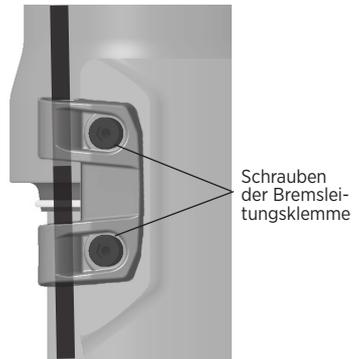

Abb. 5: Schrauben der Bremsleitungsklemme montieren
2. Die Bremsleitung bzw. die Zughülle für die vordere Scheibenbremse an der Innenseite des linken unteren Gabelrohrs entlangführen. Anschließend die Bremsleitung in die Öffnung der Bremsleitungsklemme einführen. Die Bremsleitung muss auf der Innenseite ausreichend lang sein, damit das obere Gabelrohr beim Einfedern der Gabel nicht mit der Bremsleitung in Kontakt kommt. Mit einem 2,5-mm-Innensechskantschlüssel die beiden Schrauben der Bremsleitungsklemme nur lose einschrauben (Abb. 5), da in einem späteren Schritt weitere Einstellungen erforderlich sind.